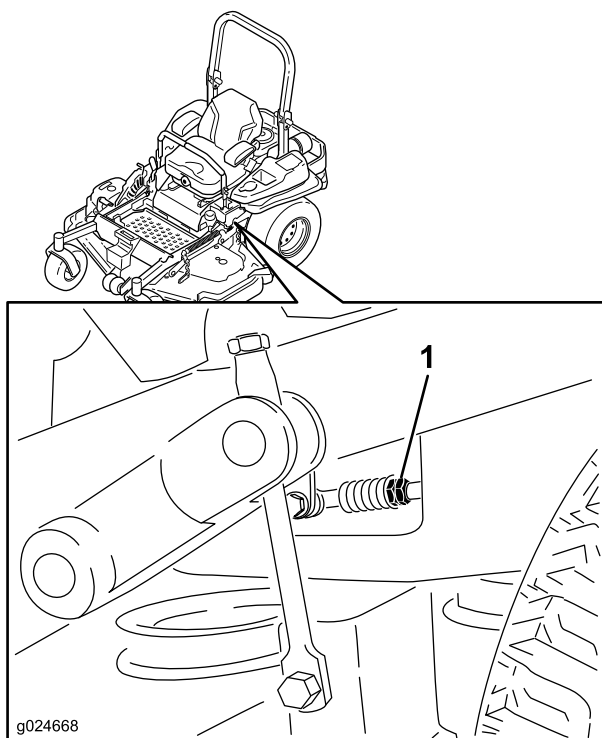

Figura 78
8. Ajuste la longitud de las varillas de control de las bombas girando las tuercas dobles de la varilla en el sentido apropiado, hasta que las ruedas se muevan ligeramente en marcha atrás (Figura 78).